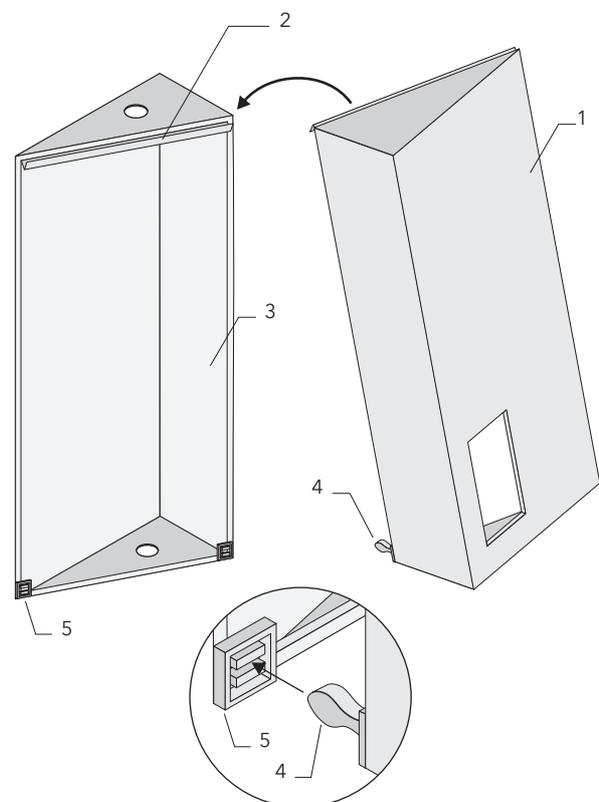

Bild 8 Gehäuse schließen.
- Öffnen Sie die RATIOfresh Frischwasserstation nach Bild 8, indem Sie den Gehäusedeckel im unteren Bereich vom Unterteil abziehen und oben aus der Einhängnut herausheben.
3.9 Gehäuse schließen (Bild 8)